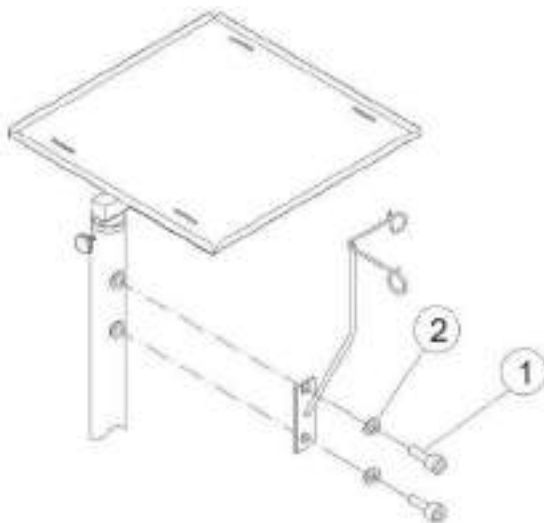

Figura 92 – Instalação do suporte de soro
2. Utilizando uma chave Allen de 5 mm, coloque os parafusos sextavados internos (Allen) (1) com as arruelas (2) nos orifícios e aperte conforme figura 92.